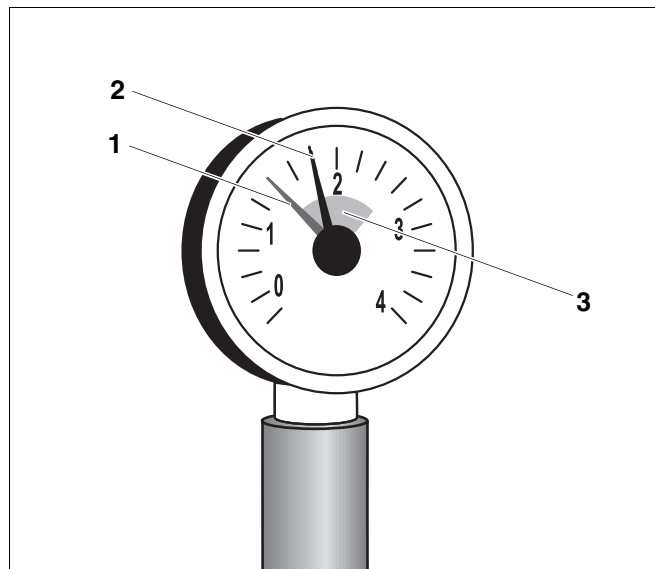

Abb. 6 Manometer für geschlossene Heizungsanlagen
Bei geschlossenen Heizungsanlagen muss der Manometerzeiger (Abb. 6, **Pos. 2**) innerhalb der grünen Markierung (Abb. 6, **Pos. 3**) stehen.
Der rote Zeiger (Abb. 6, **Pos. 1**) des Manometers muss auf den für die Heizungsanlage erforderlichen Druck eingestellt sein. Der Fachhandwerker stellt für Sie den erforderlichen Druck ein.
- Prüfen Sie ob der Manometerzeiger (Abb. 6, **Pos. 2**) innerhalb der grünen Markierung (Abb. 6, **Pos. 3**) steht.
Wenn der Manometerzeiger (Abb. 6, **Pos. 2**) die grüne Markierung (Abb. 6, **Pos. 3**) unterschreitet, ist der Wasserdruck der Heizungsanlage zu gering. Sie müssen das verloren gegangene Heizungswasser mit Ergänzungswasser auffüllen.
- Füllen Sie das Ergänzungswasser über den KFE-Hahn (Kessel Füll- und Entleerhahn) ein, bis der Manometerzeiger (Abb. 6, **Pos. 2**) innerhalb der grünen Markierung steht.